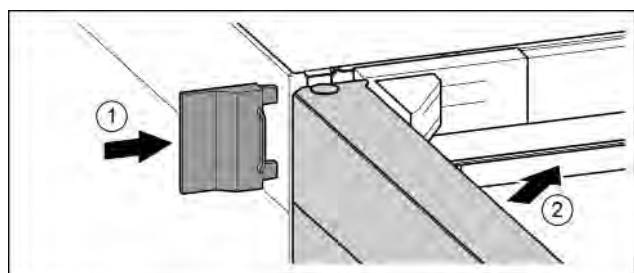

Fig. 25
- ▶ Nataknite vanjski pokrov. Fig. 25 (1)
- ▶ Zatvorite gornja vrata. Fig. 25 (2)